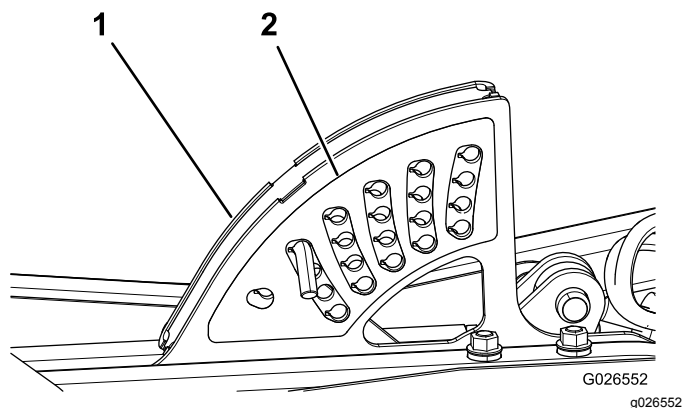

図 5
1. トラクションユニットの刈高ブラケットに張り付けてある既存の刈高ステッカーをはがす 図 5。